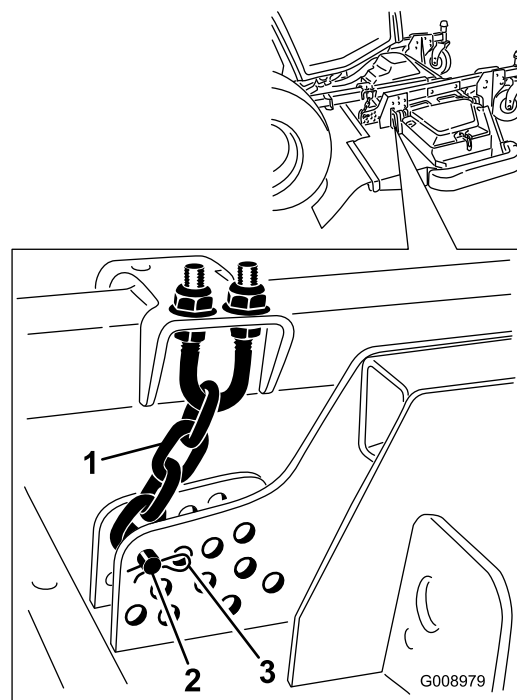

Figura 35
9. Retire o perno de gancho e pino de segurança que fixam as correntes da altura de corte à traseira da plataforma do cortador (Figura 35).